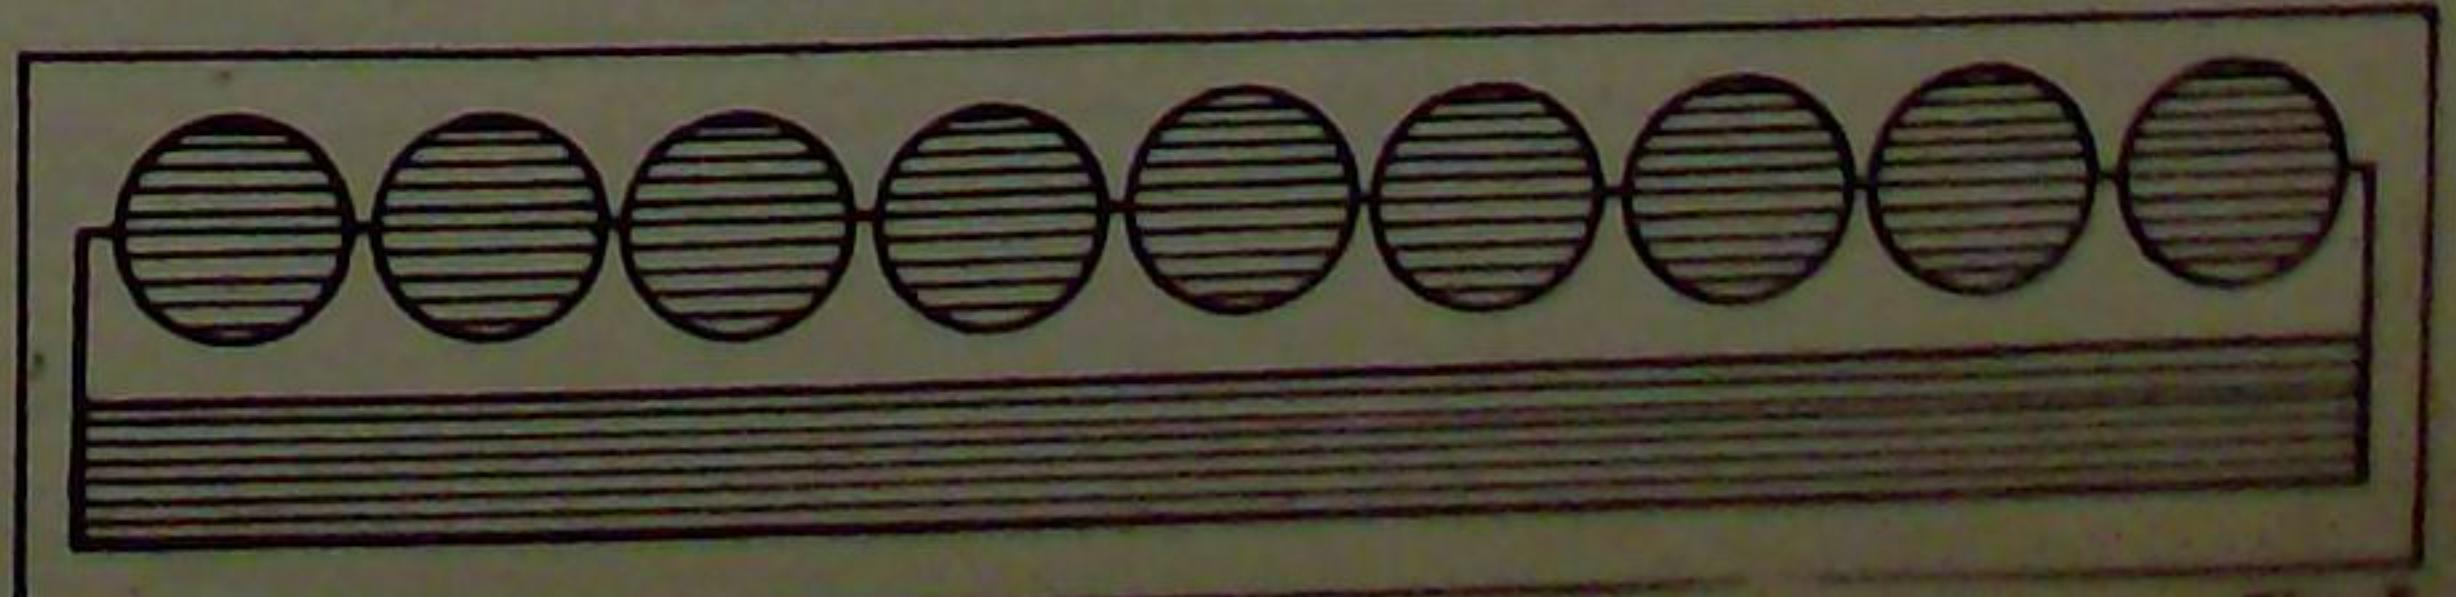

Fig. 5
În fig. 5 apare o secțiune a bazinului inclinat având suprapus captatorul de raze solare (cercurile sunt secțiunile tuburilor umplute cu apă iar dreptunghiul este bazinul inclinat). În bazinul (1) se poate cupla un robinet pentru evacuarea apei calde cind este nevoie și o pilnie pentru umplerea bazinului.